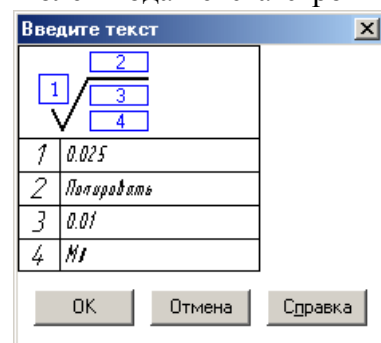

Рис. 46
- для простановки параметров шероховатости на отрезке p5-p6 введите значения в поля диалогового окна **Введите текст** в соответствии с рис. 46;